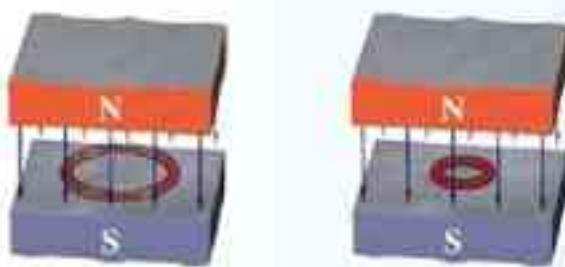

图4.2-9 弹簧线圈收缩时有感应电流吗?
2. 如图4.2-9, 磁场中有一个闭合的弹簧线圈。先把线圈拉开(图甲), 然后放手, 让线圈收缩(图乙)。线圈收缩时, 其中是否有感应电流? 为什么?